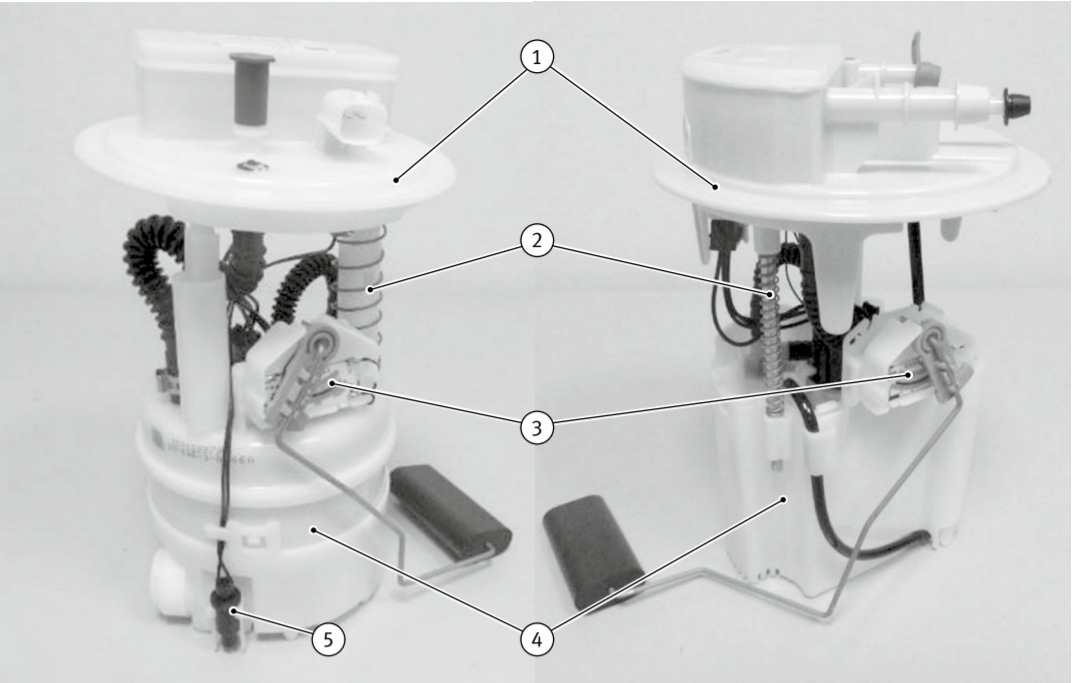

Abb. 1/Fig. 1/Puc. 1/图1
- The fuel supply unit consists of a top section (flange cover) (1) and a bottom section consisting of a reservoir (4), a fuel pump and a sender unit (3) (Fig. 1).
- This spare parts set replaces the reservoir (4) with the pre-installed fuel pump.
- The flange cover (1), the old fuel supply unit's sender unit (3) and, if present, the temperature sensor (5) will continue to be used.
- L'unité d'alimentation en carburant comprend : la partie supérieure (couvercle de la bride) (1) et la partie inférieure, réservoir (4), pompe à carburant et indicateur de niveau (3) (Fig. 1).
- Ce kit de pièces de rechange remplace le réservoir (4) par la pompe à carburant pré-installée.
- Le couvercle de la bride (1), l'indicateur de niveau (3) de l'unité d'alimentation en carburant usagée ainsi qu'un éventuel capteur de température existant (5) continueront à être utilisés.
- Модуль подачи топлива состоит из верхней части (крышки-держателя с фланцем) (1) и нижней части, включающей в себя накопительный резервуар (4), топливный насос и датчик уровня топлива (3) (Рис. 1).
- Данный комплект запасных частей заменят накопительный резервуар (4) с предварительно смонтированными топливным насосом.
- Крышка-держатель с фланцем (1), датчик уровня топлива (3) старого модуля подачи топлива, а также, возможно, имеющийся датчик температуры (5) можно использовать и дальше.
- La unidad de alimentación consta de la parte superior (tapa de brida) (1) y la parte inferior compuesta por el depósito de reserva (4), la bomba de combustible y el sensor del depósito (3) (Fig. 1).
- Este juego de pieza de recambio reemplaza al depósito de reserva (4) con la bomba de combustible preinstalada.
- Se seguirán utilizando la tapa de brida (1), el sensor del depósito (3) de la antigua unidad de alimentación y cualquier otro sensor de temperatura (5) existente.